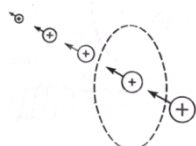

Рис.82
21. На рис. 82 показаны направление движения α -частиц (α -частицы - ядра атомов гелия) и линия индукции магнитного поля вокруг потока этих частиц. Определить направление линий индукции магнитного поля.